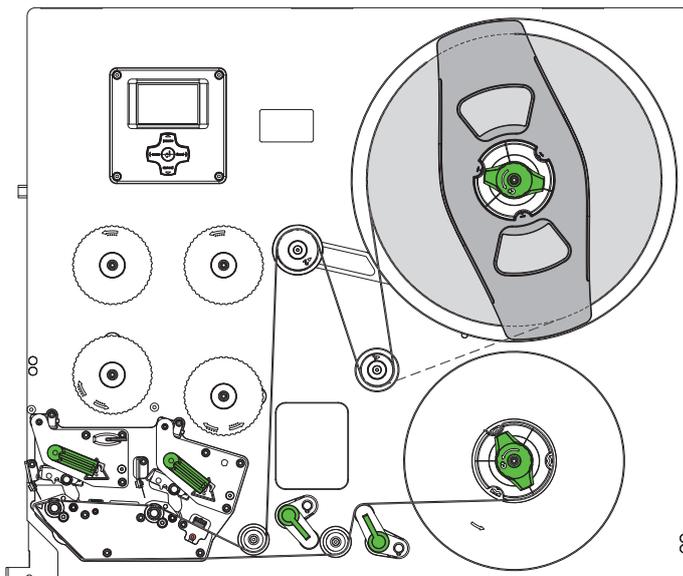

Bild 8 Etikettenlauf
2. Hebel (13) gegen den Uhrzeigersinn drehen, um die Andruckwalze (12) von der Rückzugwalze (11) abzuschwenken.
3. Führung (8) durch Drehen der Spindel (9) mit dem Schlüssel (3) ganz nach außen stellen.
5. Etikettenstreifen (6) gemäß Bild 8 zur Druckeinheit führen. Die gestrichelte Linie gilt für innengewickelte Etiketten.
6. Etikettenstreifen durch die Etikettenlichtschanke (10) bis zur Spendeckante (7) einlegen und bis zum Anschlag an der Montagewand schieben. Die Druckseite der Etiketten muss von oben zu sehen sein.
7. Führung (8) durch Drehen der Spindel (9) gegen die Außenkante des Etikettenstreifens schieben.
8. Etiketten so weit über die Spendeckante (7) hinauschieben, dass der Streifen über das Zugsystem bis zum internen Aufwickler reicht. Etiketten vom über die Spendeckante hinaus ragenden Trägermaterial entfernen.